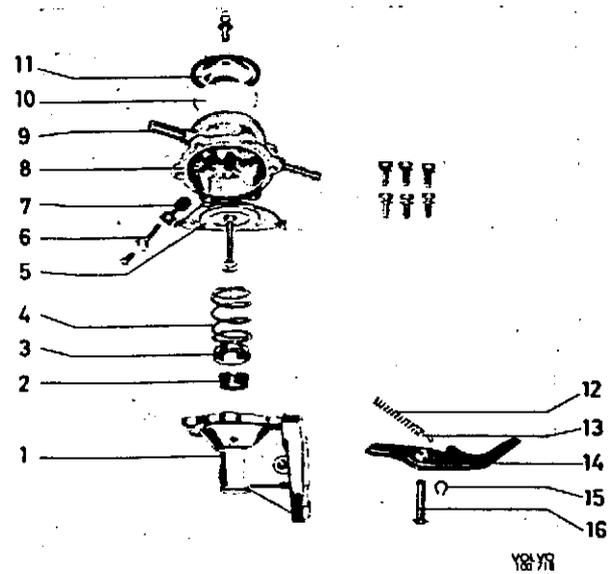

Abb. 121 Kraftstoffpumpe, Pierburg
2. Einen Sicherungsring (15, Abb. 121) von der Hebelachse (16) abnehmen. Achse herauspressen. Hebel (14) und Feder (12) herausziehen.
3. Membrane mit Feder (4), Führung (3) und Gummidichtung (2) abnehmen. Die Feder kann herausgenommen werden, nachdem die Gummidichtung über die Nylonscheibe gepreßt wurde.
4. Die Schraube auf der Unterseite des Ober- teiles lösen, Anschlagbolzen (6) und Feder- ventil (7) abnehmen. Das Auslaßventil kann nicht ausgebaut werden. Die Teile auf Verschleiß überprüfen.